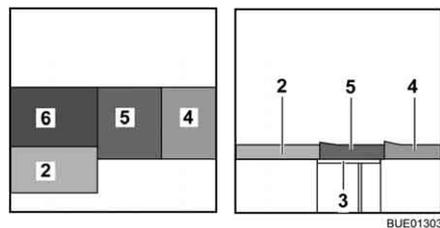

Fig. 120 Après la transformation
- Placer le coussin d'assise (Fig. 120,5) au centre.
- Placer le coussin de dossier (Fig. 120,4) entre le coussin d'assise et la cloison.